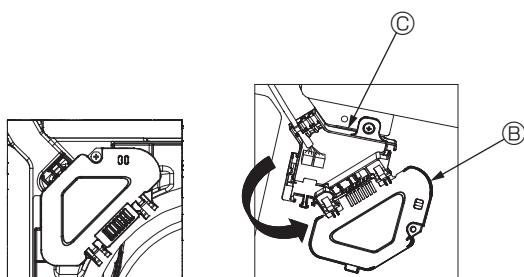

Fig. 7-7
- ③ Rimuovere la vite di fissaggio del coperchio della scatola di connettori, quindi aprire il coperchio. (Fig. 7-7)
- ④ Inserire il connettore del cavo di giunzione nella scatola dei connettori.
- ⑤ Rimontare il copricavi e il coperchio della scatola dei connettori.